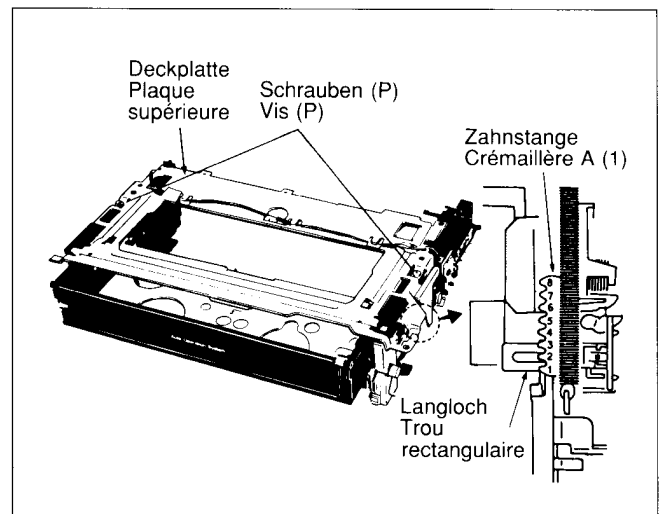

Fig. 23
4. Die Kassettenschiebereinheit etwas verschieben, so daß der zweite Zahn der Rack-A-(1)-Zahnstange (Unteransicht, rechte Seite des Kassettenfaches) sich in der Mitte des Langloches befindet (siehe Fig. 23).
5. Die 2 Schrauben (P) lösen und vorsichtig die Deckplatte vom Kassettenfach abheben (so, daß das Verbindungsrad und die Rack-A-(1)-Zahnstange bei dem Montage gesehen werden können).
4. Faire glisser légèrement le tiroir de cassette de sorte que la première dent de la crémaillère A-(1) (vue en dessous, sur le côté droit du compartiment cassette) se situe dans le milieu du trou rectangulaire (voir Fig. 23).
5. Retirer les 2 vis (P) et enlever avec soin la plaque supérieure du compartiment de cassette (afin que la poulie d'accouplement et la crémaillère puissent être visibles lors du remontage).
6. Introduire avec précaution le compartiment cassette de sorte que la deuxième dent de la crémaillère A-(1) se trouve dans la cinquième encoche de la roue d'accouplement. Dans le cas contraire, faire glisser le compartiment de cassette pour que sa position soit correcte.